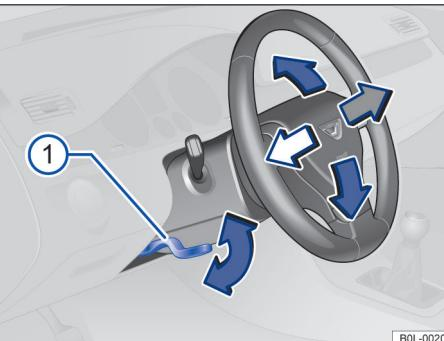

图 54 方向盘下部的转向柱饰板上：用于机械调节方向盘位置的操纵手柄
- 下推手柄 → 图 54 ①。
- 调整转向柱后务必上推手柄 → 图 54 ①，将其锁定，防止行驶中转向柱自行移位。